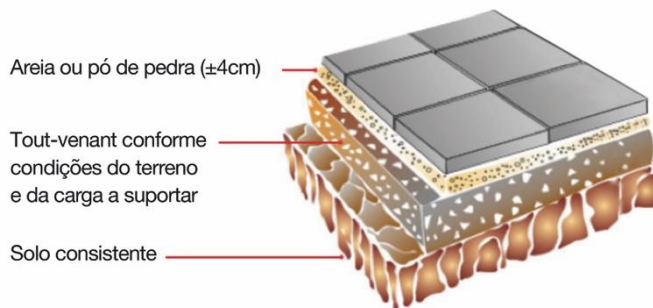

Fig. 1 - Representação da base de assentamento
1. Remover a camada vegetal e/ou terreno natural até à cota necessária, conforme Fig. 1;